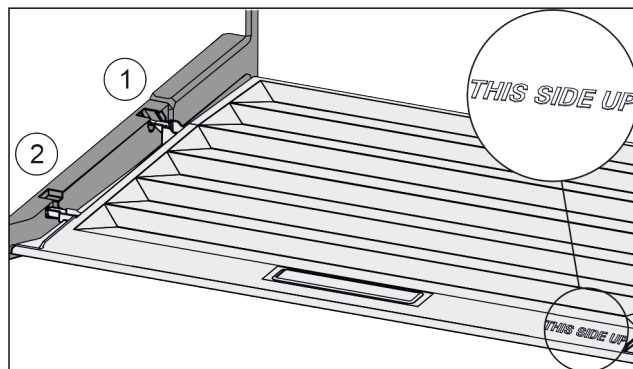

Fig. 35
- ▶ Вставити поперечні ребра через отвір заднього тримача Fig. 35 (1) і зафіксувати спереду у тримачі Fig. 35 (2).